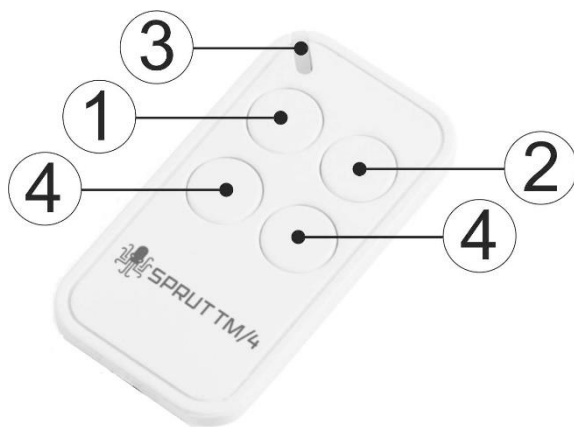

Рисунок 2 Радио брелок – назначение кнопок управления
При поднесении к считывателю запрограммированного пользовательского ключа или нажатии соответствующих кнопок на радио-брелоке см.рис.2 - происходит открытие замка турникета, сопровождающееся двумя световыми и звуковыми сигналами (при нажатии кнопок брелока световые и звуковые сигналы отсутствуют). В окне индикатора разрешения (запрета) доступа индицируется пиктограмма направления движения.
- при нажатии соответствующей кнопки на радио-брелоке см.рис.2;
Для возвращения в нормальный режим работы необходимо (подать питание, если требуется) поднять штангу-ограничителя в горизонтальное положение (полная фиксация сопровождается характерным щелчком) и нажать любую из 2-х кнопок нижнего ряда радио-брелока см.рис.2, изделие перейдет в нормальный режим работы;
- Проверьте правильность работы турникета с радио-брелока см.рис.2 во всех режимах, включая режим «антипаника»: